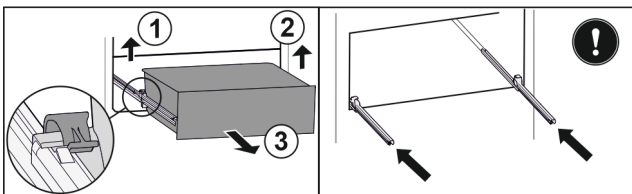

Fig. 167
- ▶ Приподнимите левый зажим и одновременно вытяните движением вперед выдвижной ящик слева. Fig. 167 (1)
- ▶ Приподнимите правый зажим и одновременно вытяните движением вперед выдвижной ящик справа. Fig. 167 (2)
- ▶ Извлеките выдвижной ящик движением вперед. Fig. 167 (3)